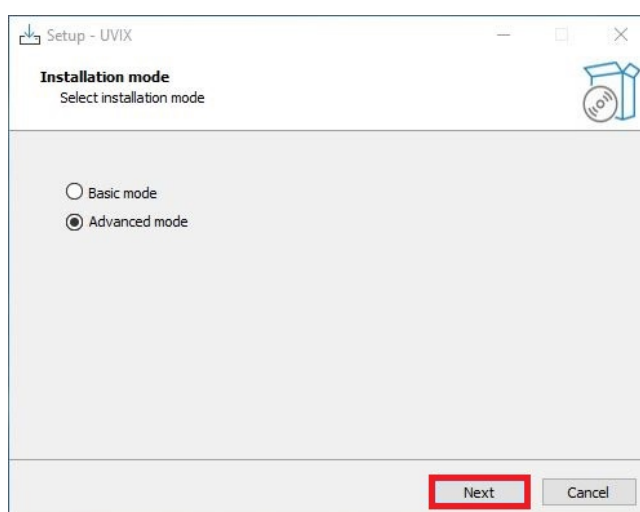

Figura 4.12: Selezione modalità
2. Selezionare la modalità "Advanced" e cliccare su "Next", figura 4.12.